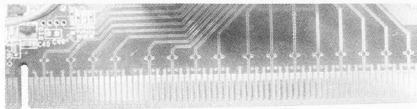

图 3-17 显卡正面信号线
(1) 使用万用表二极管挡，红表笔接地，黑表笔测量显卡正面连接有线信号的金手指，一共有 32 根（见图 3-17），值应该全一致。